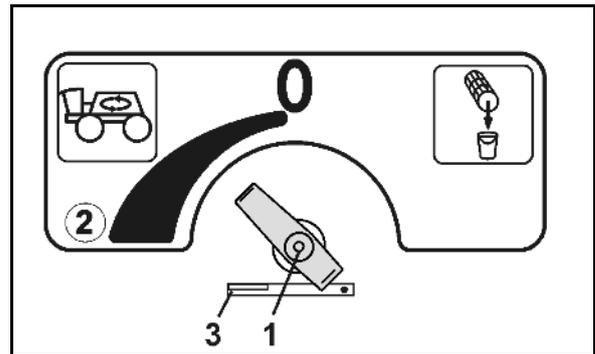

Fig. 74
- El agitador suplementario se ajusta en la llave de ajuste (Fig. 74/1).
El agitador adicional está desactivado en la posición de la llave de ajuste 0. La mayor potencia de agitación se obtiene con la posición (Fig. 74/2).
Seguro para la función de desagüe del filtro de presión (Fig. 74/3).